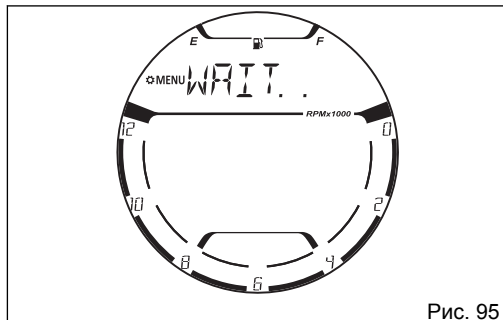

Рис. 95
Нажмите на кнопку (4), чтобы подтвердить удаление. Далее на дисплее отобразится надпись «WAIT..», (Рис. 95) а затем появится страница входа в функцию Bluetooth с указанием количества и списка обновленных устройств.